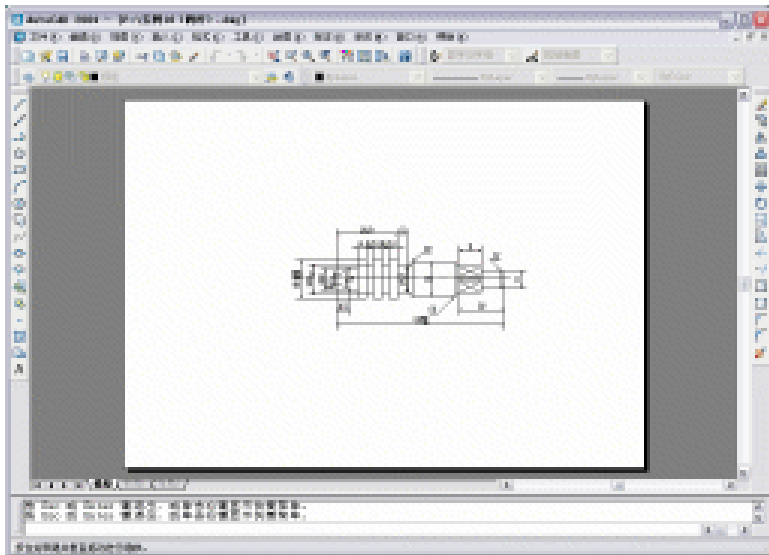

图 1-2-13
(3) 在“打印偏移”区域中选“居中打印”复选框，以居中方式输出图形。
(4) 在“打印区域”区域中选“范围”单选项。单击“完全预览”按钮，预览输出后效果，如图 1-2-13 所示。
(5) 在“打印”对话框中单击“确定”按钮即可。